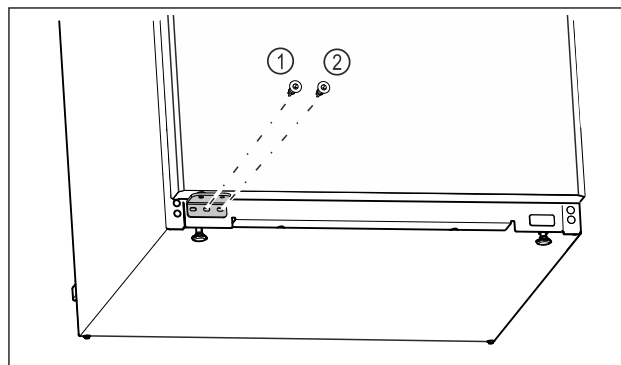

Fig. 17
- ▶ Mittlere Schraube des Lagerbocks *Fig. 17 (1)* mit Schraubendreher Torx 20 festschrauben.
- ▶ Innere Schraube des Lagerbocks *Fig. 17 (2)* mit Schraubendreher Torx 20 festschrauben.